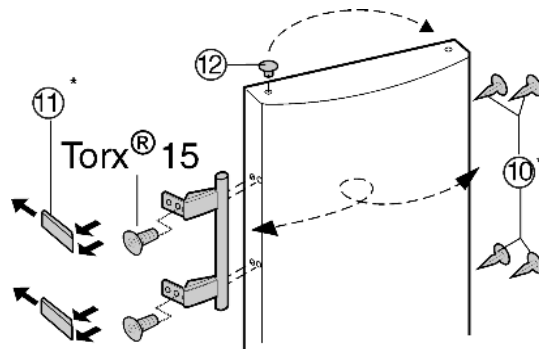

Fig. 7
- Til de stop Fig. 7 (12) uit de deurlagerbus en plaats hem om.
- Monteer deurgreep, stop Fig. 7 (10) en drukplaten Fig. 7 (11) af en monteer ze aan de tegenoverliggende kant.